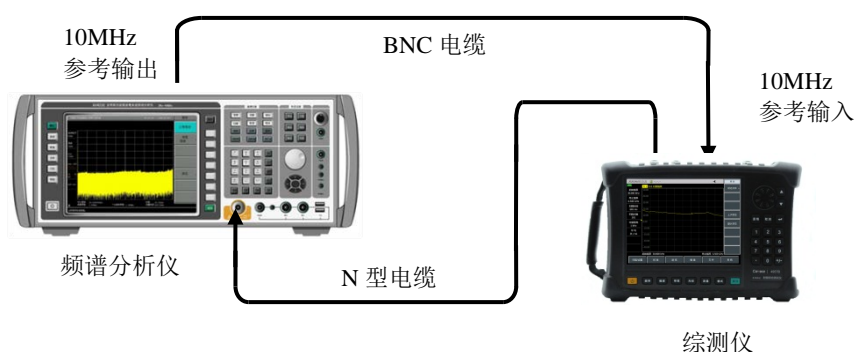

图16-2 频率分辨率测试框图
- a) 如图 16-2 连接综测仪器，综测仪端口 1 连接到频谱分析仪的 RF 输入端口，频谱分析仪为综测仪提供 10MHz 频率参考，在综测仪上按【系统/本地】[频率参考 内 外]，选择综测仪的 10MHz 参考为外参考；